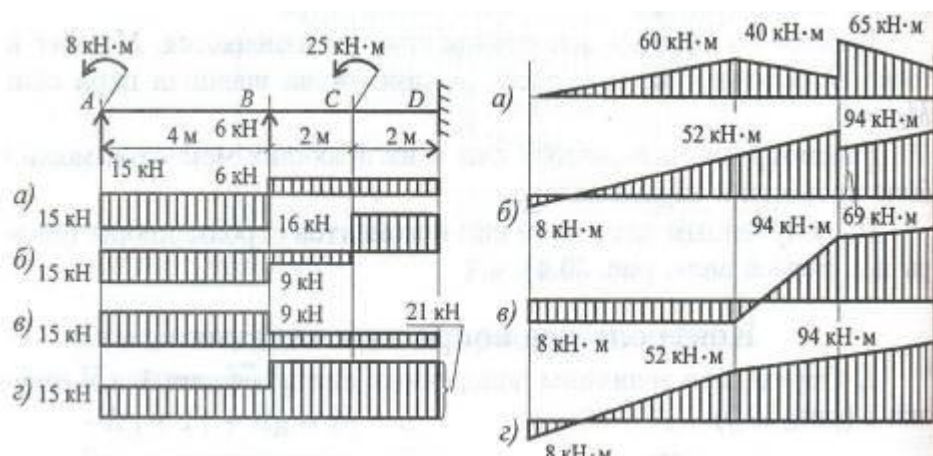

Рисунок 4 – Схема к заданию 1 темы 2.5.
**Задание 2.** С помощью метода сечений определите величину момента  $m_4$ , величину внутреннего силового фактора в сечении 2-2 и вид нагружения и построить эпюру крутящих моментов (рис.4)